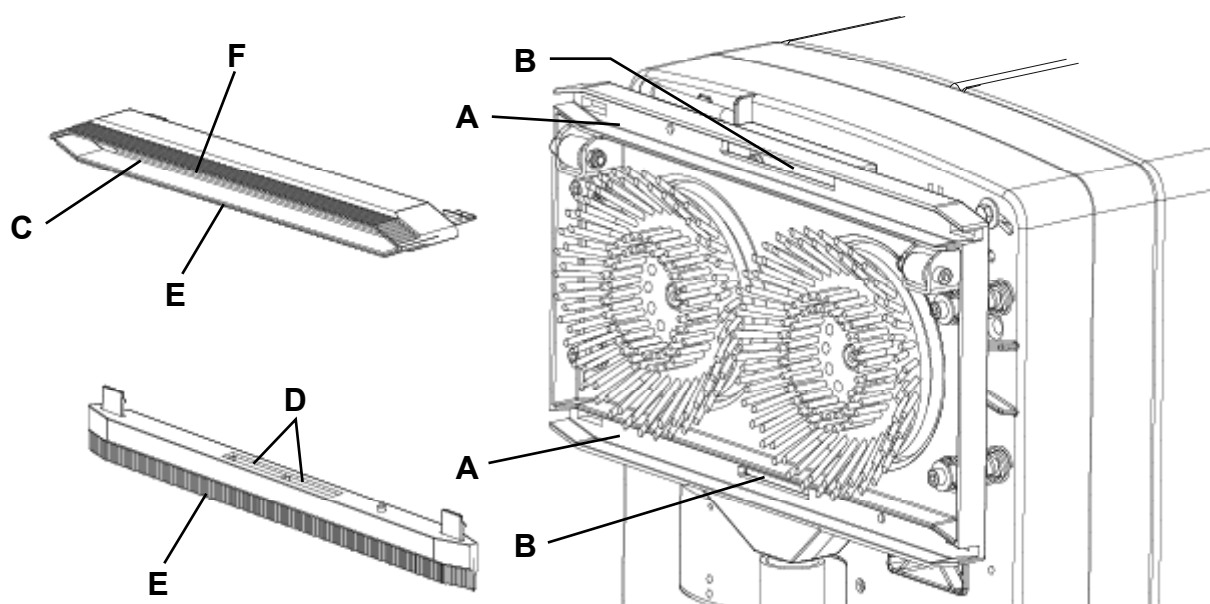

Figure 3
2. Vérifier que le câble d'alimentation (10) est débranché du réseau électrique.
3. Pour avoir accès à la tête porte-brosses / embouchures, soulever la machine au moyen du guidon (2).
4. Retirer les embouchures de la tête en appuyant sur les pinces d'accrochage (27).
5. Contrôler et nettoyer la tête porte-brosses / embouchures (9) et nettoyer en particulier les compartiments de convoyage (A, Fig. 3) et l'orifice d'aspiration (B) de la saleté et des déchets.
6. Laver et nettoyer l'embouchure. Nettoyer en particulier les compartiments de convoyage (C) et l'orifice d'aspiration (D) de la saleté et des déchets.
7. Contrôler que la lamelle en caoutchouc (E) et la lamelle en caoutchouc (F) sont intactes et qu'elles ne présentent pas de coupures ou déchirures ; dans le cas contraire, remplacer l'embouchure.